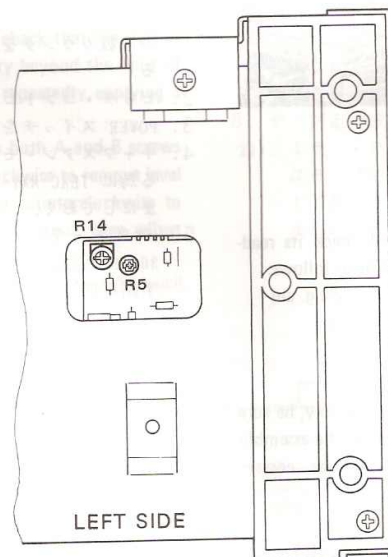

Fig. 4-11
8. Set the Pitch Control to its center position, play the middle portion of the test tape and adjust semi-fixed resistor R14 on the Pitch Control Switch Assembly (Fig. 4-11) until the frequency counter reads $3000 \text{ Hz} \pm 5 \text{ Hz}$.
11. Play the test tape and adjust semi-fixed resistor R5 on the Pitch Control Switch Assembly (Fig. 4-11), until the counter reads $3000 \text{ Hz} \pm 5 \text{ Hz}$.
8. ピッチ・コントロールをセンターに合わせ、テスト・テープの中間部を再生し、周波数カウンタが $3000\text{Hz} \pm 5\text{Hz}$ を示すようにピッチ・コントロール・スイッチ PCBの半固定抵抗 R14 (図4-11) を回して調整する。
11. テスト・テープを再生し、周波数カウンタが $3000\text{Hz} \pm 5\text{Hz}$ を示す様にピッチ・コントロール・スイッチ PCBの半固定抵抗 R5 (図4-11) を回して調整する。